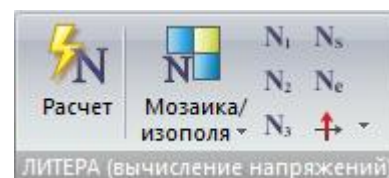

Рис. 94. Панель **ЛИТЕРА**
- **ЛИТЕРА** (рис.94) – задание исходных данных, расчет и анализ результатов вычисления главных и эквивалентных напряжений в конечных элементах по усилиям от отдельных загрузок, а также по расчетным сочетаниям PCH или PCY.